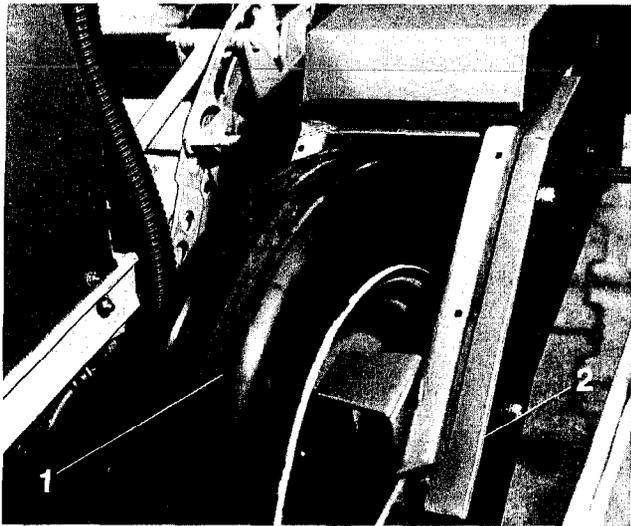

Fig. 76
1. **Antriebskette vom Antriebsrad (Fig. 76/1) zur Getriebeeingangswelle.** Kette wird mittels des federbelasteten Kettenspanners gespannt. Zur Kontrolle der Kettenspannung Schutzkasten (Fig. 76/2) demontieren. Hat sich die Kette derart gelängt, daß der Kettenspanner nicht mehr wirksam ist, Kette entsprechend kürzen.